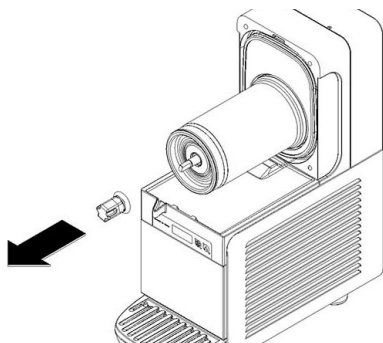

**figura 5**
**3** Sfilare dall'evaporatore la spirale esterna (vedere figura 5) e successivamente il giunto